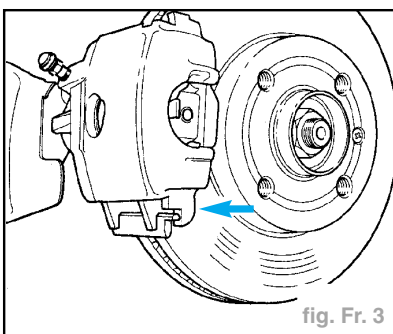

fig. Fr. 3
- Monter le boîtier d'étrier de frein avec les plaquettes de frein sur le carter de roulement de roue (fig. Fr. 3).